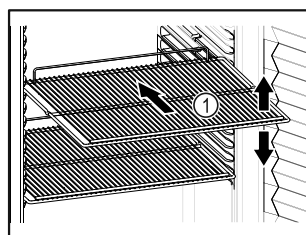

Fig. 39 Représentation à titre d'exemple
- Lorsque les grilles de support Fig. 39 (1) peuvent être déplacées, changez leur position en fonction de la hauteur des aliments.